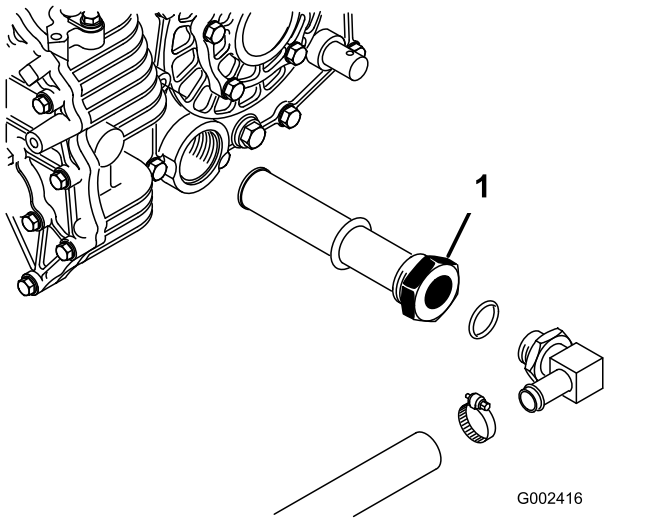

Figura 72
3. Repare na posição do tubo hidráulico e no conector de 90° ligado ao filtro de rede do lado do reservatório (Figura 72).